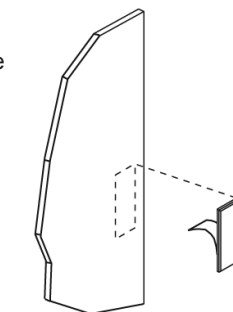

FIGURA 9
Adjunte los ganchos de espejo desprendiendo la protección de la cinta, como se muestra, y elija la altura deseada [aproximadamente 40\" (1016) de altura]. El gancho debe estar ubicado aproximadamente a 1/2\" (13) desde el borde de la puerta (Figura 9).